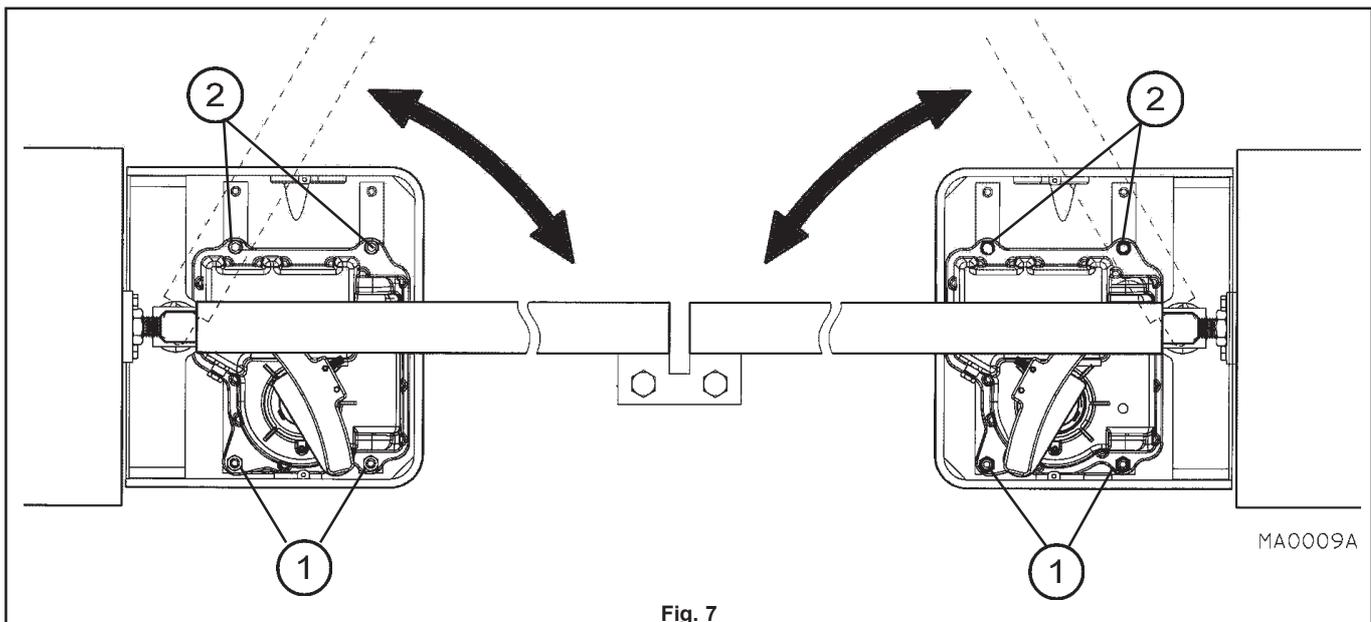

Fig. 7
- Posizionare il motoriduttore all'interno della cassa di fondazione prestando attenzione all'orientamento (vedere fig. 7)
- Bloccarlo con i due dadi autofrenanti (1 fig. 7) e le due viti (2 fig. 7) in dotazione.
- Place the operator inside the foundation box taking care to position it correctly (see fig. 7).
- Lock in place using the two self-braking nuts (1 fig. 7) and the two screws (2 fig. 7) provided.
- Platzieren Sie den Antrieb innerhalb des Fundamentkastens und achten Sie dabei auf die richtige Stellung (siehe Abb. 7).
- Fixieren Sie ihn mit den zwei mitgelieferten, selbstsperrenden Muttern (1 Abb. 7) und den zwei Schrauben (2 Abb. 7).